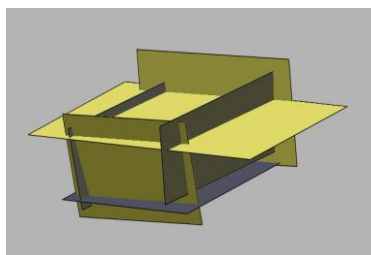

图 4.70 显示片体
12) 隐藏面片、草图、实体, 显示片体, 如图 4.70 所示。